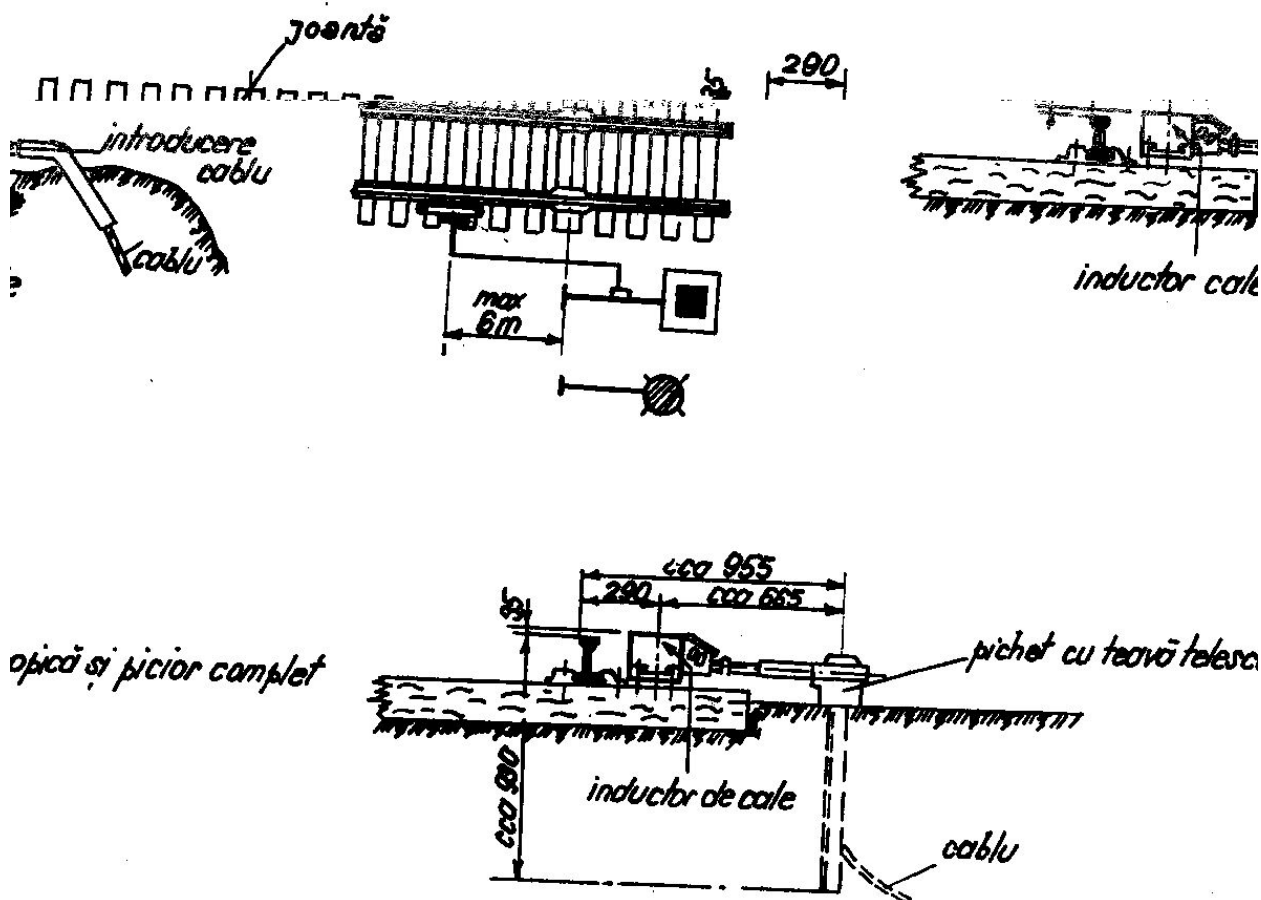

Fig. 14 Montarea inductorului de cale
2.1. MONTAREA INDUCTOARELOR DE CALE (fig. 14)